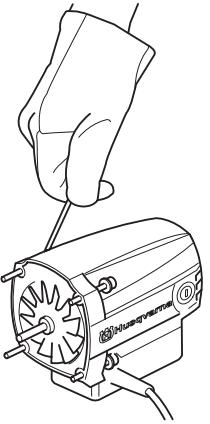

Fig. 14
2. Desmonte os quatro parafusos (Fig. 14), que mantêm juntos o motor e a caixa de engrenagens. Desprenda o cabo de ligação à terra na tampa da caixa de engrenagens (válido apenas para 230 V.)
2. Remove the four screws (Fig. 14) that hold the motor and gearbox together. Disconnect the earth cable from the gearbox cover (only applies to 230 V.)
6. Monte a parte do motor e a parte da caixa de engrenagens nos orifícios correspondentes. (Fig. 14).
6. Install the motor and gearbox sections into the appropriate holes. (Fig. 14).